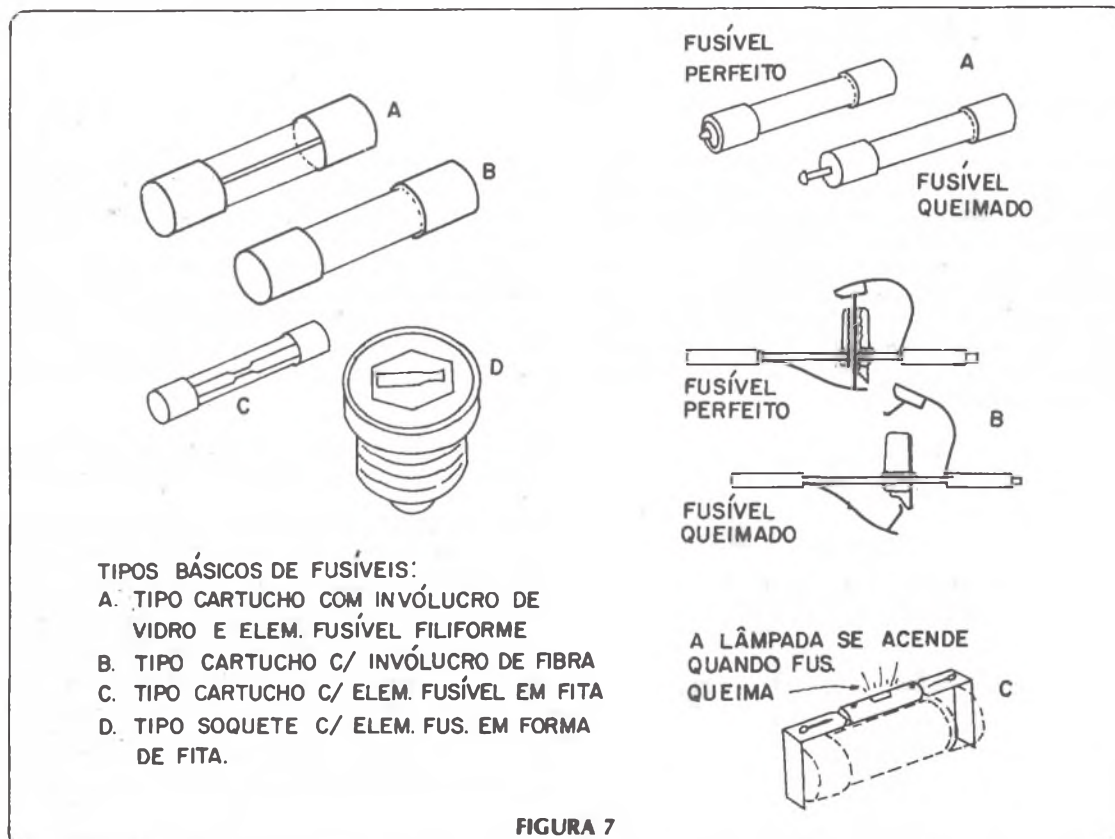

FIGURA 7
**Processo de funcionamento:** - Na figura 7 ilustramos alguns tipos de fusíveis de aço retardada. A figura 7a mostra um fusível do tipo cartucho. Uma sobrecarga aquece a solda que une os contatos. Se a sobrecarga não for demasiadamente longa, a solda se esfria e tudo volta ao normal. Entretanto, se persistir a sobrecarga, a sol-